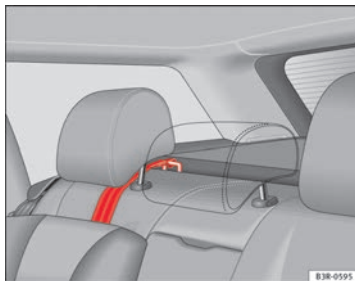

Abb. 35 Befestigungsgurt: korrekte Einstellung und korrekter Einbau
- Führen Sie den Befestigungsgurt des Top Tether unter der Rück Sitzkopfstütze hindurch ⇒ Abb. 35 (dazu ggf. die Kopfstütze nach oben verstellen).